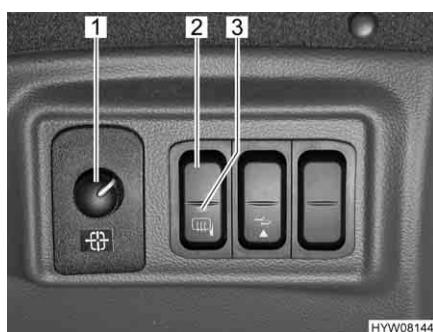

Fig. 19 Interruttore per gli specchietti esterni a regolazione elettrica
- Selezionare lo specchietto da impostare. A tal fine premere l'interruttore girevole (Fig. 19,1) verso sinistra oppure verso destra.
- Premendo l'interruttore (Fig. 19,1) regolare lo specchietto nella posizione corrispondente.
- Premere l'interruttore (Fig. 19,2). La spia rossa di controllo (Fig. 19,3) nell'interruttore indica il funzionamento.